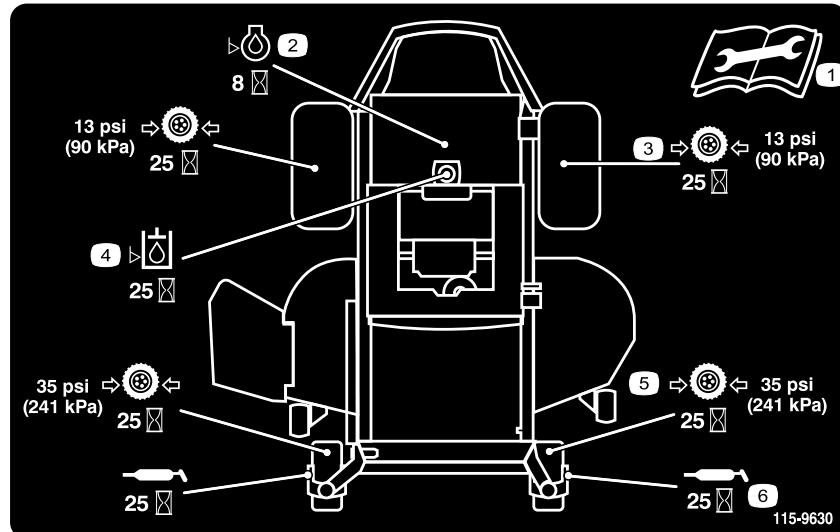

Figure 32
3. Nettoyez les graisseurs (Figure 33 et Figure 32) à l'aide d'un chiffon. Grattez la peinture qui pourrait se trouver sur les graisseurs.
4. Raccordez une pompe à graisse à chaque graisseur (Figure 33 et Figure 32). Injectez de la graisse dans les graisseurs jusqu'à ce qu'elle commence à sortir des roulements.